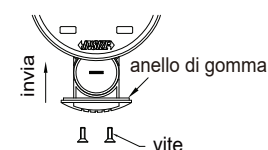

fig. 3
- Chiudere il coperchio del vano batteria e riavvitare le viti di fissaggio (fig. 3). Si prega di non rimuovere l'anello di gomma, poiché ciò comprometterebbe l'impermeabilità del prodotto.
protezione entri in contatto con la parete interna per primo, quindi ruotare lentamente il calibro in posizione verticale (far sì che l'incudine entri in contatto con la parete interna per prima, poi far sì che il punto di contatto entri in contatto con la parete interna). Inclinare il calibro per estrarlo dal pezzo o dall'anello di regolazione (fig. 3), non premere il punto di contatto.